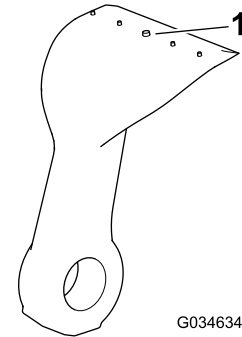

图 22
4. 利用磨损线检查每个刀片是否过度磨损图 22。当刀片向下磨损至磨损线时请更换刀片。